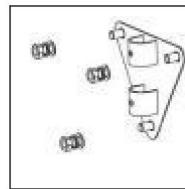
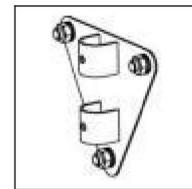

Fig.3.
Fig.4.
- 3). Installare il pannello a muro (2) sulla parete e bloccare tre il dado (3). Potresti è necessario utilizzare una piccola chiave inglese. Vedere la (Fig.3.)(Fig.4.)